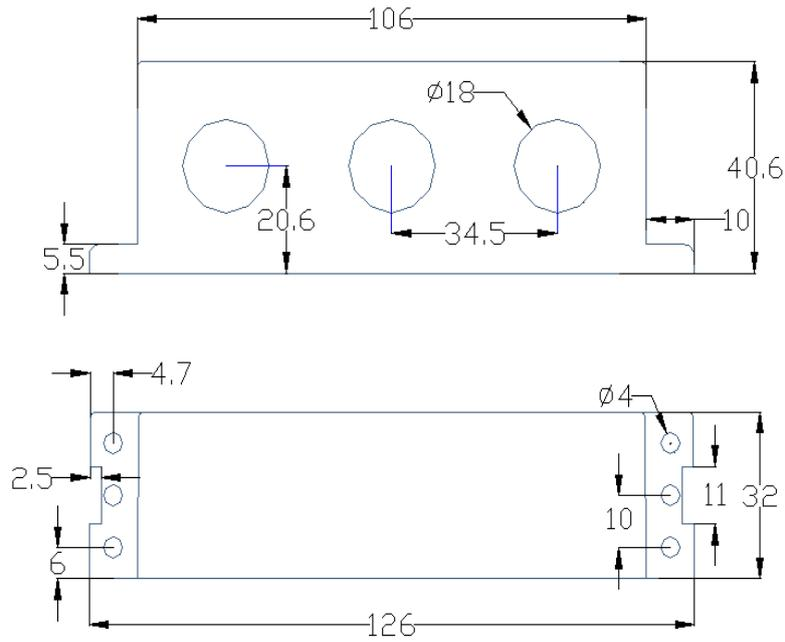

图 6 100A 及以下规格电流互感器外形尺寸
5.4.1 100A 及以下规格电流互感器外形尺寸如图 6 所示（单位：mm）：